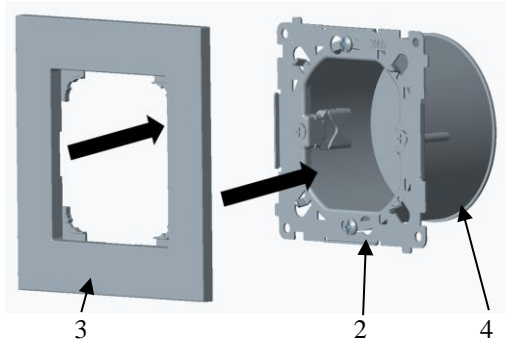

Fig.1
- mostek (2) zamocować w puszcze podtynkowej (4) za pomocą łapek lub wkrętów, ramkę (3) nałożyć na mostek (2) i zatrzasknąć (rys. 1),
- install the bridge (2) in the junction box (4) using clamps or screws, put the frame (3) and clamp in the bridge (fig. 1),